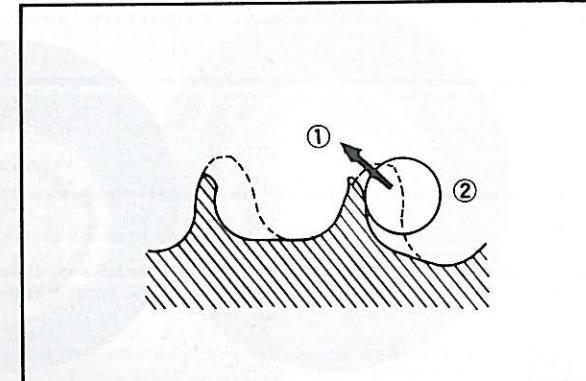

Fig. 5-5-2
4. Replace if tooth wear shows a pattern such as that in the illustration, or as precaution and common sense dictate. (Fig. 5-5-2)
4. Remplacer également si les dents sont déformées par l'usure ou si vous pensez que pour des raisons de sécurité le remplacement du pignon s'impose. (Fig. 5-5-2)
4. Kettenrad ersetzen, wenn der Zahnverschleiß zu der in der Abbildung gezeigten Form geführt hat, oder wenn es aus Sicherheitsgründen notwendig ist und es der gesunde Menschenverstand verlangt. (Fig. 5-5-2)